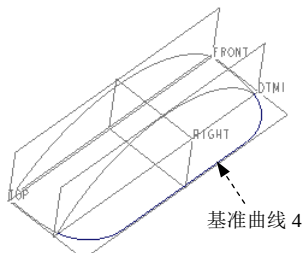
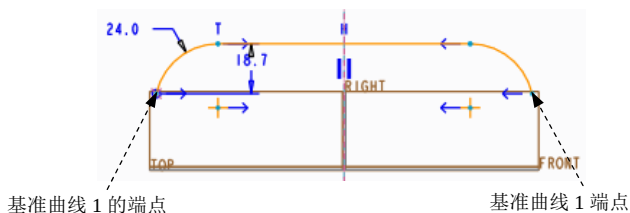

图 4.6.9 创建基准曲线 4
图 4.6.10 截面草图
Step6. 创建图 4.6.9 所示的基准曲线 4。单击“草绘”按钮；选取 TOP 基准平面为草绘平面，DTM1 基准平面为草绘平面的参考，方向为顶；单击草绘按钮，绘制图 4.6.10 所示的截面草图。